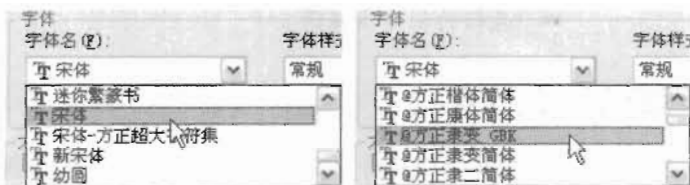

图 9-2
- 字体名：在该下拉列表中可以选择不同的字体，比如宋体字、黑体字等，如图 9-2 所示。
在图 9-2 中，我们发现有的字体名称前面有@符号，这表示此类文字的方向将与正常情况下的文字方向垂直。如图 9-3 所示，前者是正常情况下的文字样式，后者是带@符号的文字样式。